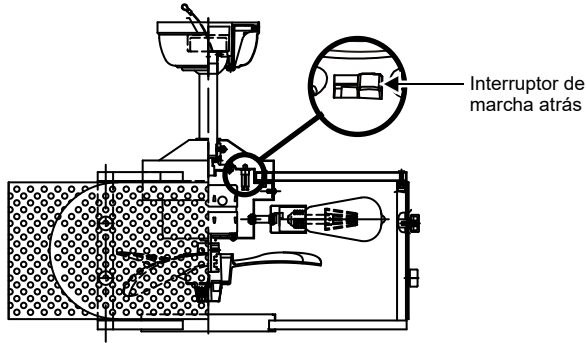

Fig. 21
**NOTA:** Este sistema de control NO está diseñado para "invertir" la rotación de las cuchillas. Para colocar las aspas del ventilador en reversa, el interruptor deslizante de reversa se encuentra en la parte superior de la carcasa del motor (dentro de la cubierta del acoplador como se muestra en la Fig. 21).